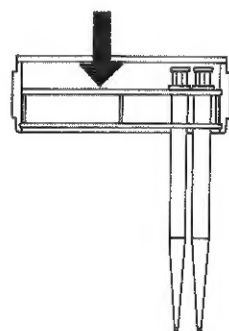

図 2
1. 本体に表示されている分注容量から、シリンジ (㊶または㊷) とカートリッジ (㊶または㊷) を選びます。シリンジのピストンを上下させてからカートリッジに差し込みます。(図2)